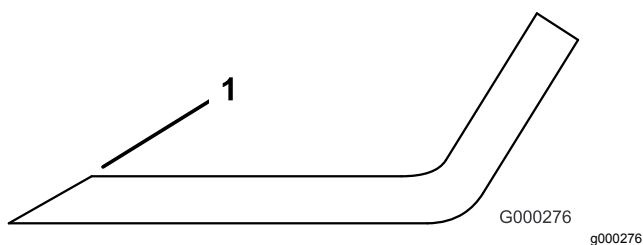

Figura 146
- Afílelos si están romos o tienen mellas (Figura 146).